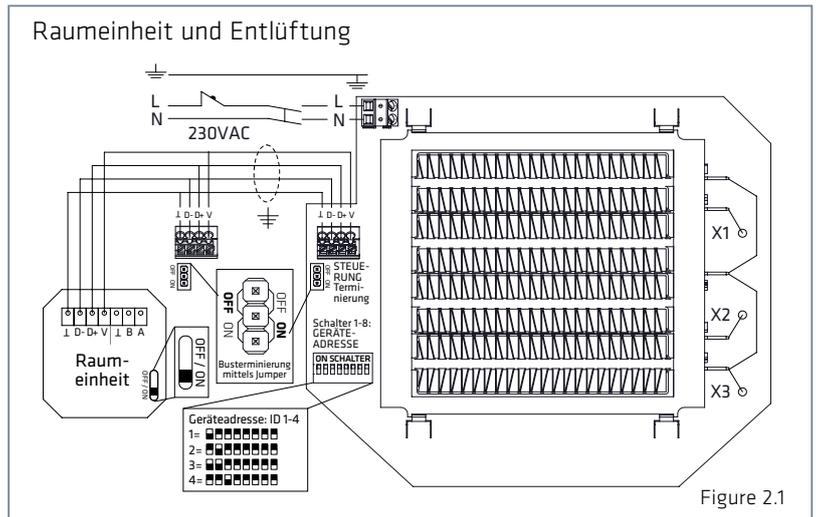

Figure 2.1
3. Entfernen Sie das Gitter (2) vom Korpus. Entfernen Sie die drei Befestigungsschrauben (3) und ziehen Sie das Gitter vom Korpus (1) ab.
5. Schließen Sie das Netzkabel (MMJ) über den 2-poligen Anschluss und das Buskabel des Reglers (KLMA) an den Anschluss des Elektronikteils des Endgeräts an, so wie dies auf den Abb. 2.1 - 2.3 dargestellt ist.
1. **ACHTUNG!** Versorgen Sie das Gerät über den zweipoligen Anschluss mit einer 230 V Spannung. Schließen Sie die Netzspannung an das Elektronikteil des Endgerätes an den Verbindungen N und L an, so wie dies auf den Abb. 2.1 - 2.3 dargestellt ist.